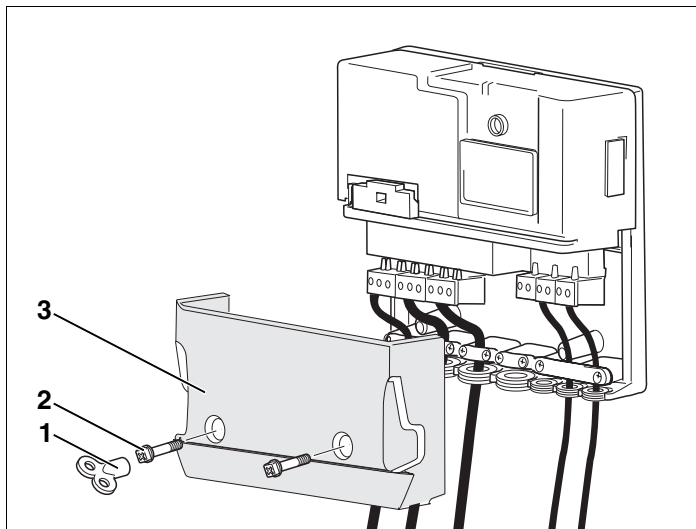

Рис. 12 Установка клеммной крышки
- Установить клеммную крышку (рис. 12, **поз. 3**).
- Закрутить винты (рис. 12, **поз. 2**) крестовой отверткой или ключом (рис. 12, **поз. 1**).